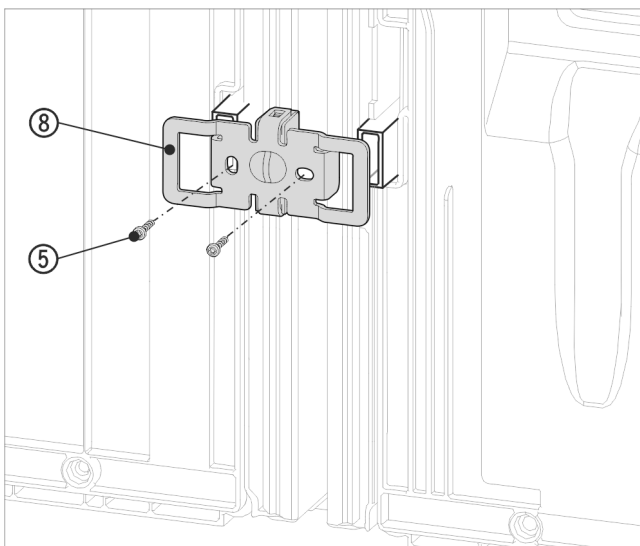

Fig. 18 Shembull ilustrues
- Shtyni sërish profilin Fig. 18 (8) me pjesët e prera mbi folenë për ruajtësin e distancës nga muri.
- Mbërthejeni atë fort me 2 vidat Fig. 18 (5).